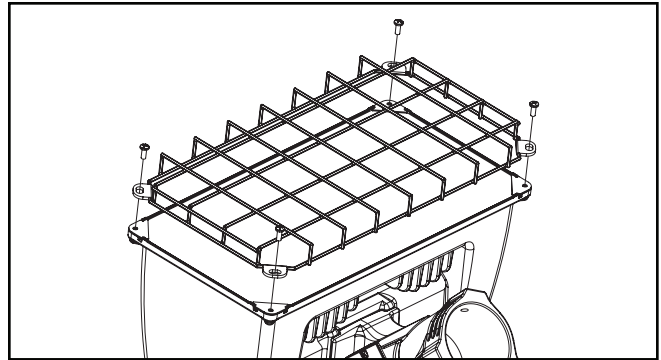

Figura 6.
## Cubierta protectora de cable (Figura 6.)
1. Afloje y extraiga los (4) tornillos de cabeza Philips 10-24 existentes en la parte frontal de la luminaria y consérvelos para tenerlos como referencia futura.
2. Alinee la cubierta protectora de cable en la parte superior de los ganchos de la lente, haciendo que coincida con los cuatro orificios existentes. (Figura 6.)
3. Reajuste los (4) tornillos de cabeza Philips 10-24 del paso 1 en la parte frontal de la luminaria.